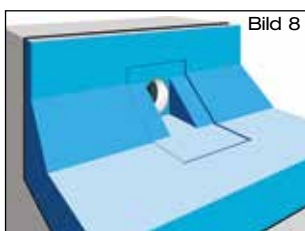

Bild 8
- 2.1 Wärmedämmplatten verlegen. Konturen des Ablaufrohres mit Klebeflansch in Wärmedämmung einarbeiten (Bild 8). Der Klebeflansch des Ablaufrohres soll gemäß Flachdachrichtlinien oberflächenbündig in die Unterlage eingelassen werden.